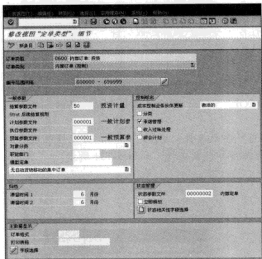

图 5-125 “修改视图订单类型: 细节”界面
STEP ② 如果需要对现有的订单类型进行修改，选择某条订单类型行项目，单击“修改”按钮，弹出“修改视图订单类型：细节”界面，从中可以为订单类型选择“订单类别”、“结算参数文件”、“预算参数文件”、“状态参数文件”及“订单格式”等，如图 5-125 所示。